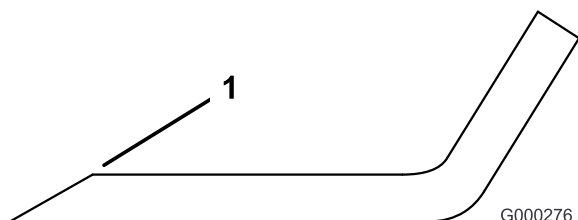

Figura 101
4. Afílelos si están romos o tienen mellas (Figura 101).